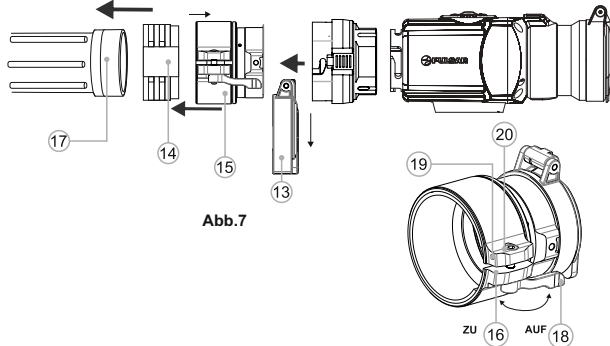

Abb.7
- Bringen Sie den Adapter mit dem eingesetzten Übergangsring an das Objektiv (17) des Tageslichtgerätes an (Abb. 7).
- Bringen Sie den Hebel (18) von der Position "AUF" in die Position „ZU“ (Abb. 7).
- Lockern Sie die Halteschraube (19) mithilfe des Sechskantenschlüssels (S= 2 mm).
- Ziehen Sie die Schraube (20) mit dem Sechskantenschlüssel (S= 4mm) an, mit einer Klemmkraft, die den Adapter fest auf dem Objektiv sitzen lässt.
- Ziehen Sie die Halteschraube an (19).